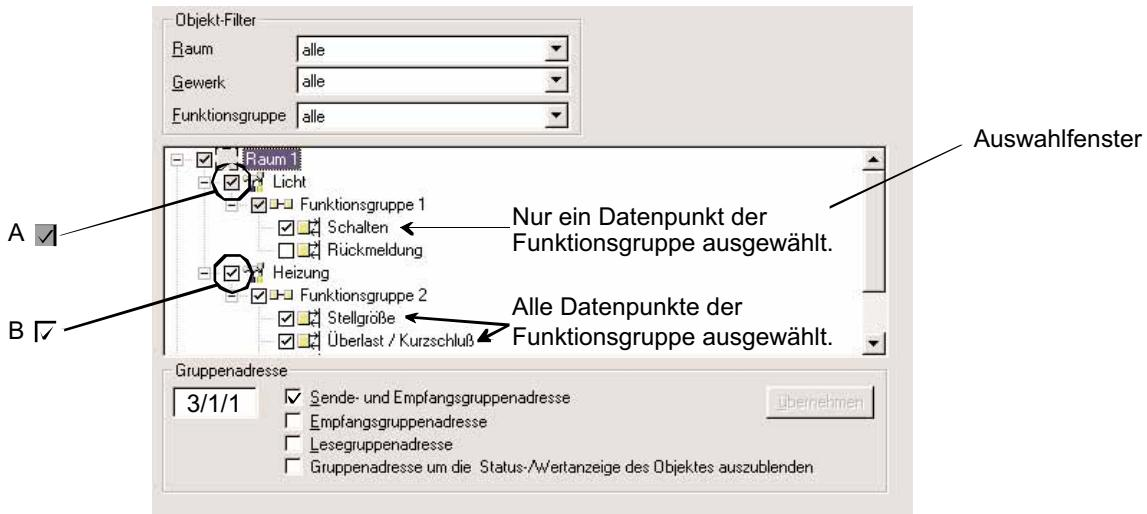

Bild 18 A: Ansicht "Zentrale Gruppenadressen"
Zunächst muss dem Plugin mitgeteilt werden, auf welche Datenpunkte die Zentraladresse zu verbinden ist. Zur Vereinfachung der Auswahl können die Datenpunkte nach Raum, Gewerk und Funktionsgruppe gefiltert und in Abhängigkeit der Filterung angezeigt werden (vgl. Bild 18). Eine Objekt-Filterung ist nicht zwingend erforderlich. Wenn kein Filter gesetzt ist (default), dann sind alle Datenpunkte sichtbar. Die Filtereinstellungen sind dynamisch, d.h. die zuerst gesetzten Filter beeinflussen die anderen Filtereinstellungen und schränken deshalb ggf. Auswahlmöglichkeiten ein.
- 6** Im Anschluss werden die Datenpunkte, die mit der Zentraladresse verbunden werden sollen, im Auswahlfenster selektiert. Dazu muss das Kontrollhäkchen aktiviert werden, das sich unmittelbar vor jedem Datenpunkt befindet. Auch Räume, Gewerke und Funktionsgruppen besitzen eine Kontrollbox. Bei einer Aktivierung dieser übergeordneten Elemente werden alle untergeordneten Datenpunkte automatisch selektiert. Als Signalisierung, dass nicht alle untergeordneten Datenpunkte selektiert sind, hinterfärbt das Plugin die Kontrollelemente der übergeordneten Baumknoten grau (vgl. Bild 18 – A). Wenn alle untergeordneten Datenpunkte angewählt sind, sind die übergeordneten Kontrollelemente weiß hinterfärbt (vgl. Bild 18 – B).
Im nächsten Schritt muss die zentrale Gruppenadresse eingetragen werden, die mit den selektierten Datenpunkten verbunden werden soll (im Beispiel Bild 18 Gruppenadresse "3/1/1"). Dabei ist auf korrekte Schreibweise zu achten (Eingabe mit Schrägstrichen). Alternativ kann eine vorhandene Gruppenadresse per Drag & Drop in das Eingabefeld gezogen werden.